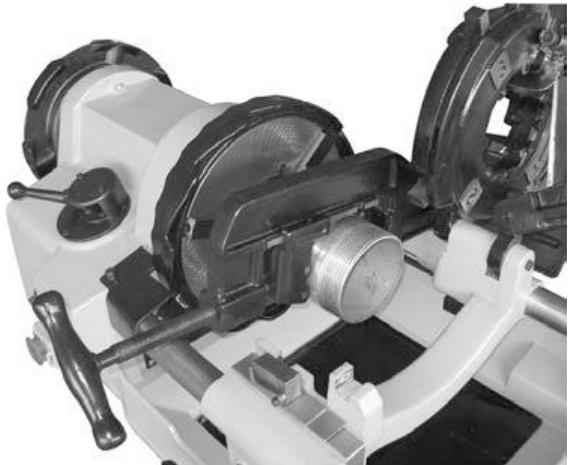

Рис. 7
5. Возьмитесь за рукоятку подающего винта трубореза обеими руками. (Рисунок 7).